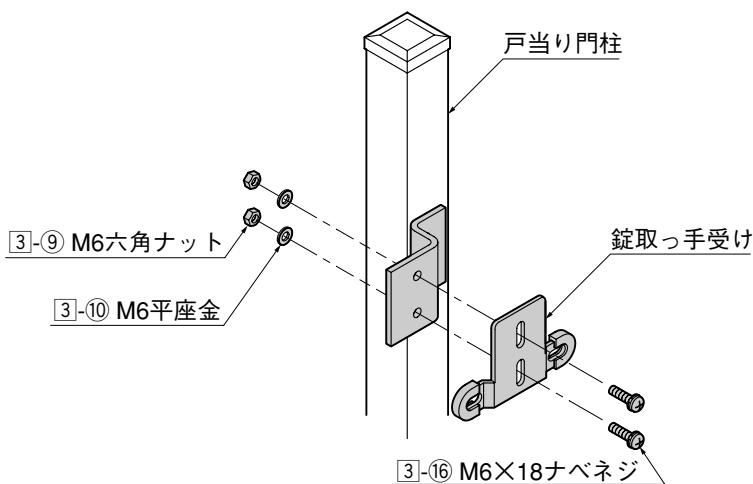
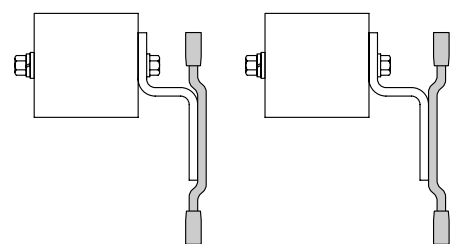

図7-3
図7-4
(図7-3参照)
- 施錠して南京錠が付けやすい位置に錠取っ手受けの向きと高さを調整してください。(図7-3、図7-4参照)